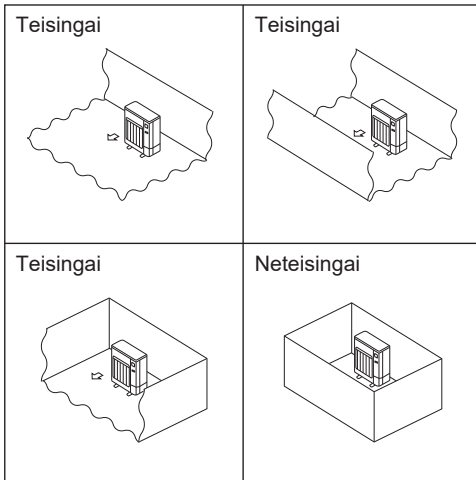

Fig. 2-2
- Išorinius įrenginius montuokite vietoje, kurioje prie jų būtų galima priėti bent iš keturių pusių. Be to, vieta turi būti pakankamai didelė be jokių nuolaidžių paviršių. (Fig. 2-2)